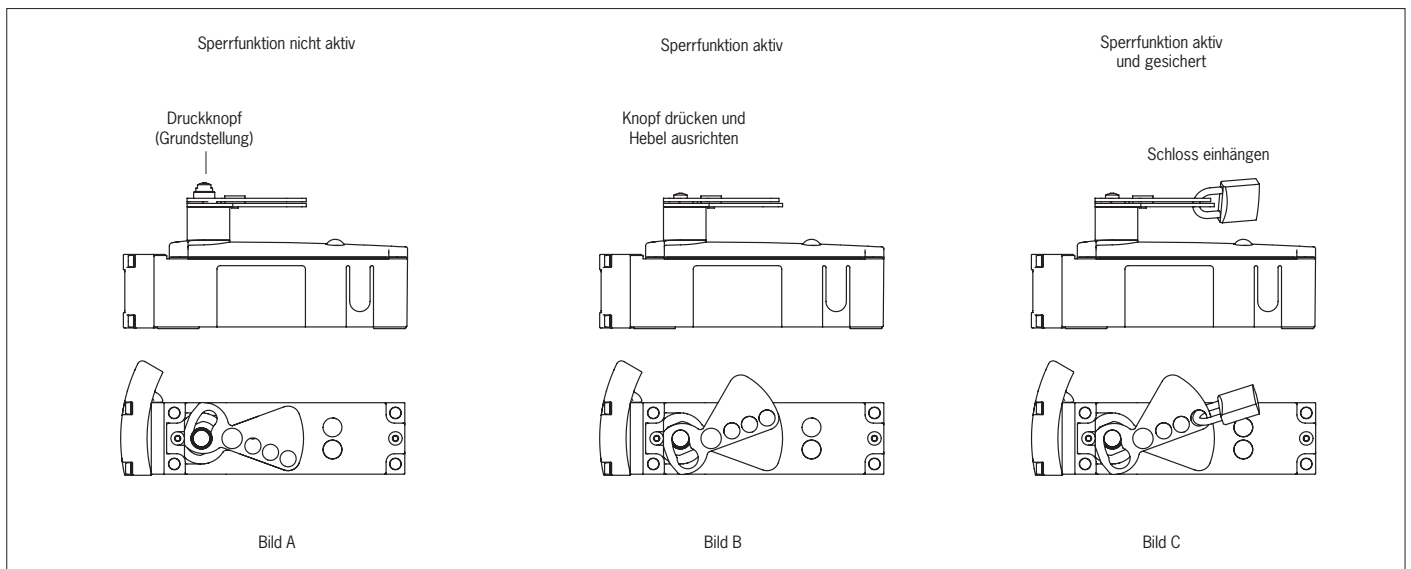

Bild 6: Sperreinsatz verwenden
2. Knopf drücken, Sperreinsatz in Sperrstellung bringen (Bild 6, A und B) und mit Schloss si-chern (Bild 6, C)
3. Sperreinsatz in Grundstellung bringen (Bild 6, A)